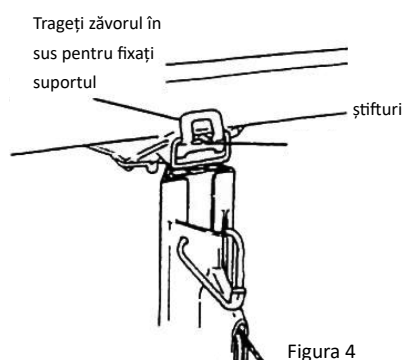

Figura 4
- Glisați plăcile conice de pe traverse în locașurile conice de pe suport. (Figura 4)